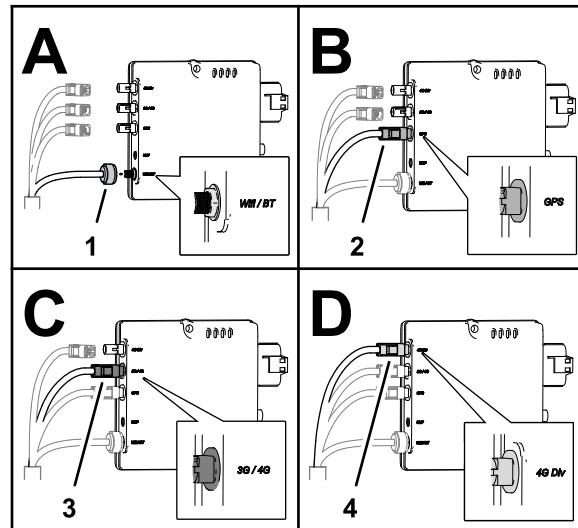

Figura 84
1. Enchufe el conector coaxial del arnés de la antena del módem marcado WIFI en el puerto coaxial del módem CL-55 marcado WIFI/BT, y apriete el conector coaxial (Figura 84).
2. Enchufe el conector rápido coaxial azul del arnés de la antena del módem marcado GNSS en el conector del módem CL-55 marcado GPS hasta que los conectores se enganchen firmemente (Figura 84).
3. Enchufe el conector rápido coaxial violeta del arnés de la antena del módem marcado LTE-1 en el conector del módem CL-55 marcado 3G / 4G hasta que los conectores se enganchen firmemente (Figura 84).
4. **Módem CDMA solamente:** Enchufe el conector rápido coaxial rojo del arnés de la antena del módem marcado LTE-2 en el conector del módem CL-55 marcado 4G DIV hasta que los conectores se enganchen firmemente (Figura 84).